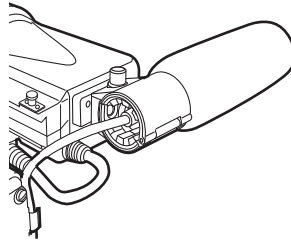

Figura 2
- 2** Instale el micrófono y apriete el tornillo de fijación. (Figura 2)